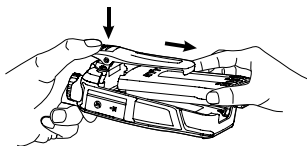

图4
- ② 当电池底部向上翘起时，松开推钮即可从后部拿出电池。如图4所示。